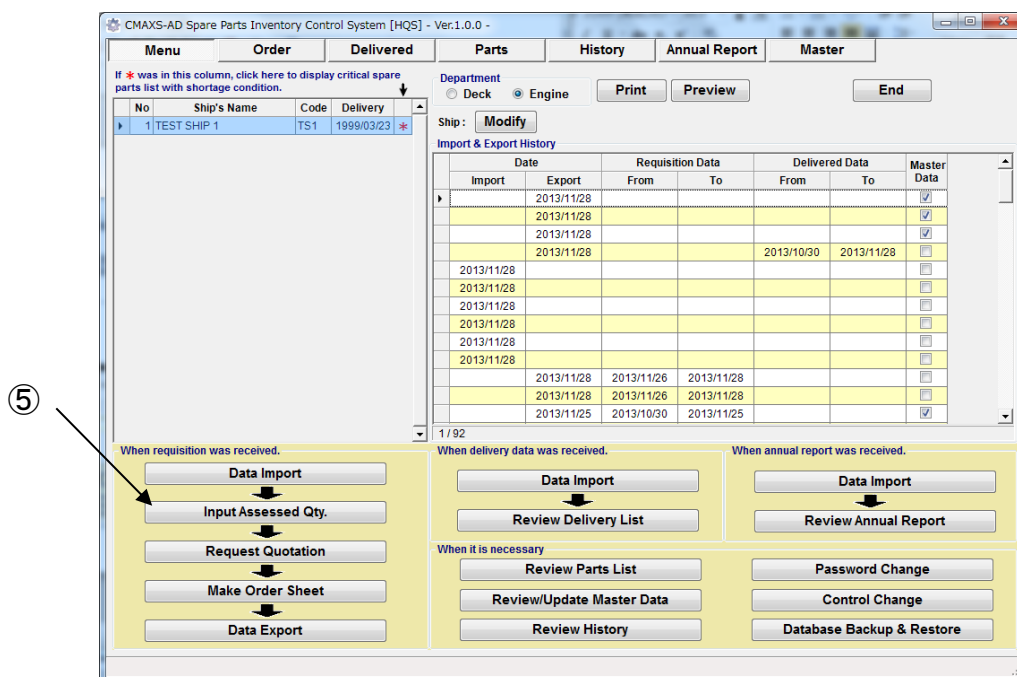

図 6-4 Menu 画面
(5)“Menu 画面”(Fig.6-4),上の[Input Assessed Qty].を選択します。